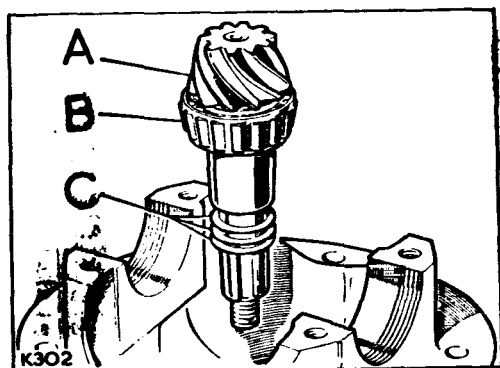

Fig. E1-49.- Conjunto de piñón
- 3.05.- Posicionar el piñón de ataque sobre el cárter y colocar los mismos suplementos de ajuste de pre-carga que se desmontaron. En el caso de que se hayan desechado, montar suplementos nuevos de un espesor total mínimo de 4 mm. (0,160") (Fig. E1-49).